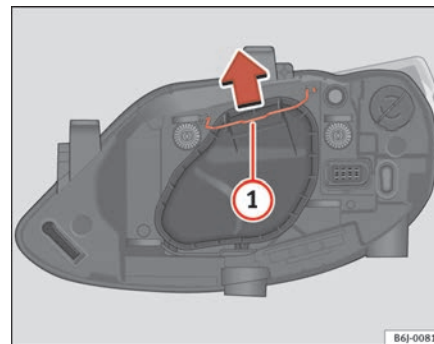

Abb. 152 Abblend- /
- Die Strebe ⇒ Seite 237, Abb. 152 ① in Pfeilrichtung verschieben und den Deckel abnehmen.